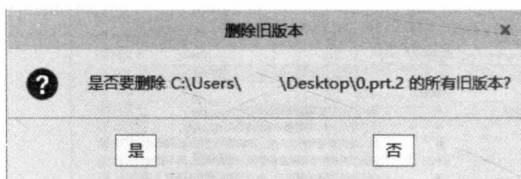

图 1-14 【删除旧版本】提示框
1) 在打开模型的情况下,单击【删除旧版本】命令,弹出【删除旧版本】提示框,如图 1-14 所示。在此提示框中 Creo 4.0 会提示用户确认是否删除当前活动窗口的模型所对应的所有旧版本,单击【是】按钮,完成操作。